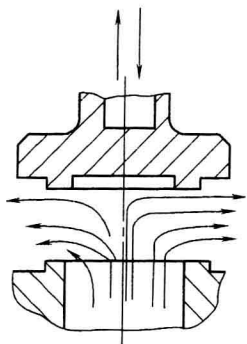

图 1-1 截门形
1) 截门形:关闭件沿着阀座的轴线方向移动,如图 1-1 所示。